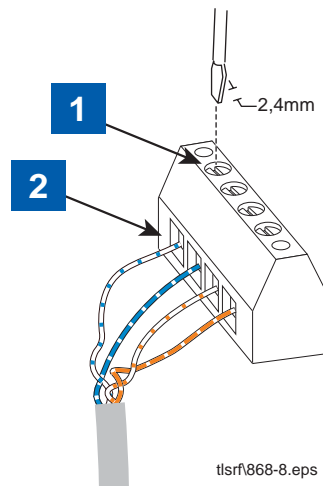

Abbildung 8. Anschluss der RS-485-Verdrahtung
3. HINWEIS: Ein Ende des RS-485-Kabels an RS-485-Anschlüssen im TLS RF und das andere Ende an den RS-485-Anschlüssen im Empfänger auflegen. Ein verdritteltes Leiterpaar wird an den Klemmen + und - und das zweite Leitungspaar an den Klemmen +15V und Masse angeschlossen. Sie müssen jeden Leiter jedes Paares 1:1 an den identischen Klemmen im Empfänger anschließen (z. B. weiß mit blauen Streifen an „-“ und weiß mit blauen Streifen an „+“) (Siehe Abbildung 23 auf Seite 27). HINWEIS: Siehe Abbildung 8 für Anschlussdetails.
LEGENDE FÜR NUMMERIERTE KÄSTCHEN IN ABBILDUNG 8
HINWEIS: Siehe Abbildung 8 für Anschlussstipps.